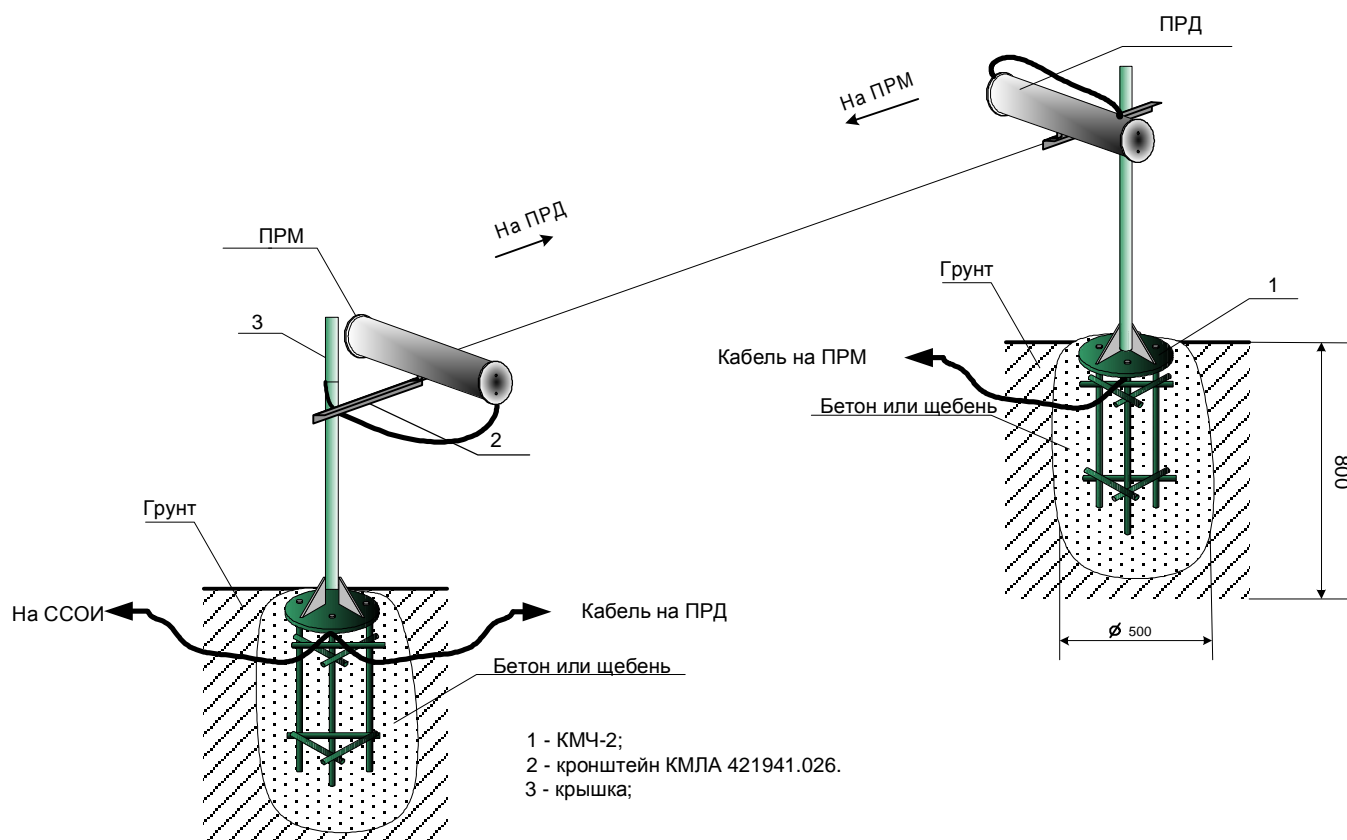

Рисунок 2.3.1 Вариант установки ПРД, ПРМ извещателя «ТОРОС» на стойках в грунт.
1.5.5 Установка ПРМ и ПРД извещателя «ТОРОС» в грунт на стойках обеспечивается КМЧ2 КМЛА.421941.028 (см. рисунок 2.3.1).
2.3.3.5 При установке извещателей корпуса ПРД и ПРМ должны быть направлены друг на друга (см. рисунок 2.3.1).
2.3.3.7 В процессе установки должна быть выполнена предварительная (грубая) юстировка ПРД и ПРМ по азимуту и углу места так, чтобы раскрыв антенн ПРД и ПРМ были, по возможности, точно направлены друг на друга (см. рисунок 2.3.1), для чего необходимо предварительно ослабить болты поворотных устройств. Болты затягивать до сжатия пружинных шайб плюс примерно, пол-оборота.